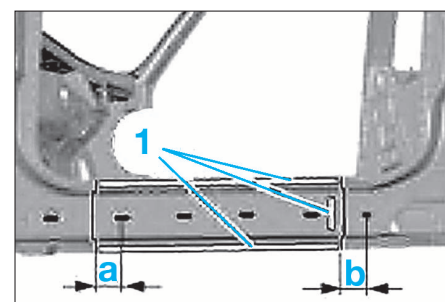

FIG. 18
- Couper le bas de caisse sur une épaisseur suivant les lignes de coupe (a) et (b) (Fig.18).
- Meuler les points de soudure dans les zones (1).